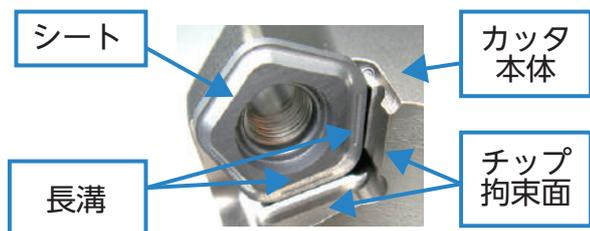
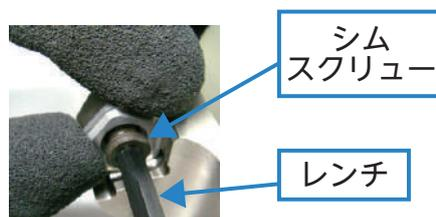

Fig. 5
Fig. 6
2. シートは取付方向が決まっています。シート上面の長溝をチップ拘束面方向に向け(Fig. 5参照)、軽く押し当てながらシムスクリューを締め込んでください(Fig. 6参照)。